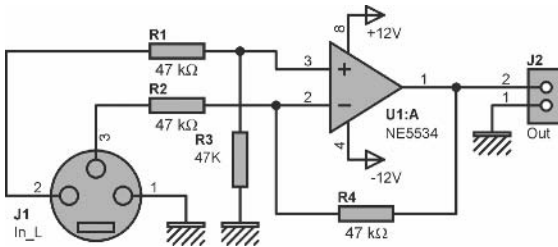

Figure 2.2
**Tentatoo** – Il n'y en a en fait pas tant que ça, surtout si vous considérez que les quatre amplificateurs opérationnels U1:A à U1:D sont contenus dans un seul et unique boîtier à quatorze pattes. Mais il est vrai qu'il y a moyen de faire plus simple, comme le montre le circuit de la figure 2.2, à la condition d'accepter des performances moindres.